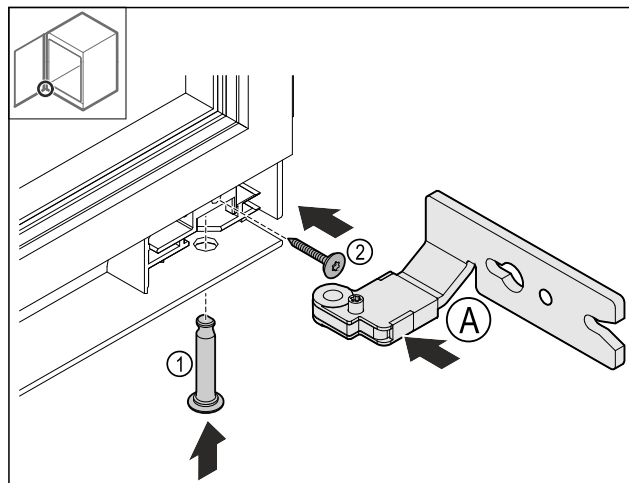

Fig. 27
- Installer la charnière inférieure Fig. 27 (A).
- Insérer et maintenir le boulon Fig. 27 (1).
- Visser la vis Fig. 27 (2).